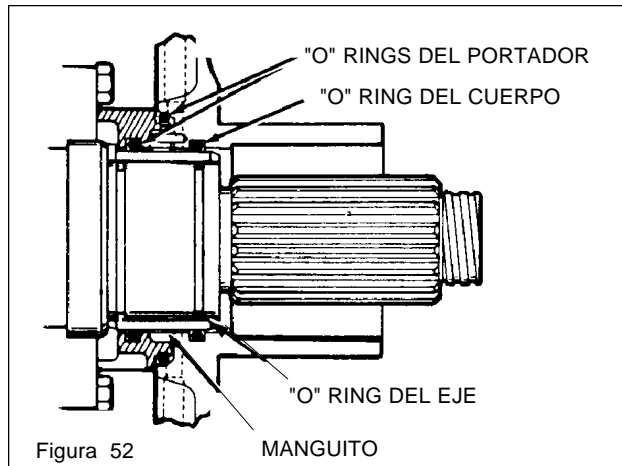

Figura 52
2. "O" ring doble (Vea la figura 52)